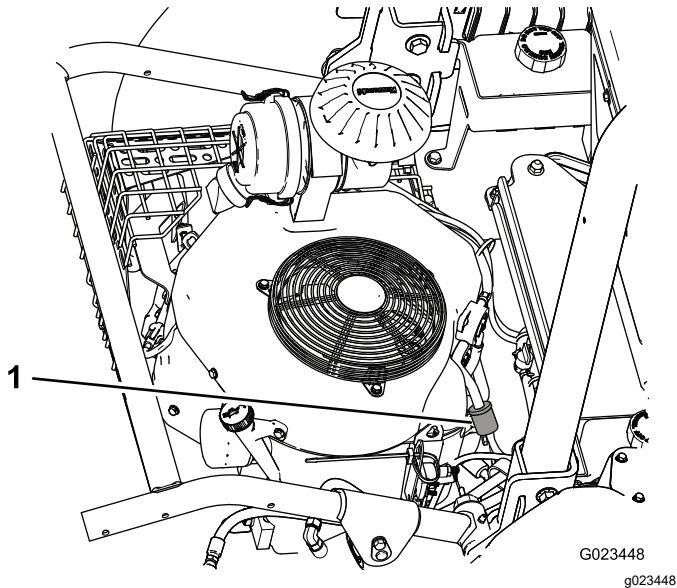
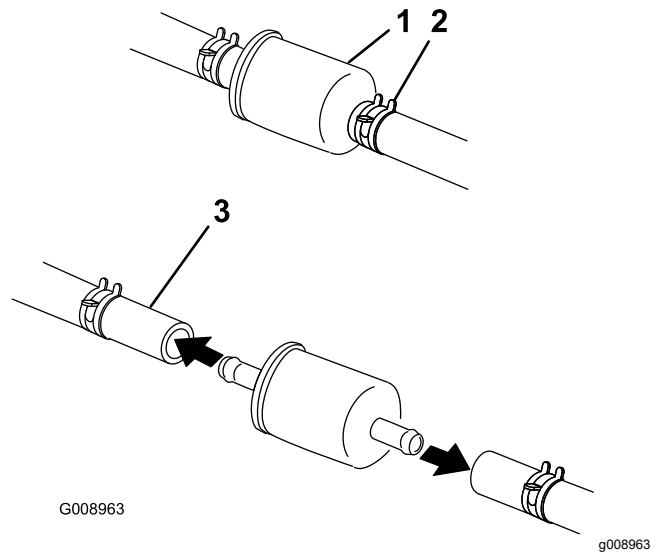

Figura 45
Figura 46
2. Afloje la abrazadera en el lado del carburador del filtro y retire el tubo de combustible del filtro (**Figura 45** y **Figura 46**).